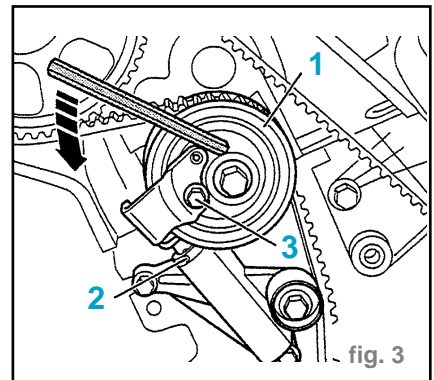

fig. 3
Tourner le galet-tendeur (1) dans le sens de la flèche (fig. 3) jusqu'à ce que la goupille d'arrêt puisse être retirée (2). La vis (3) ne doit pas être desserrée.